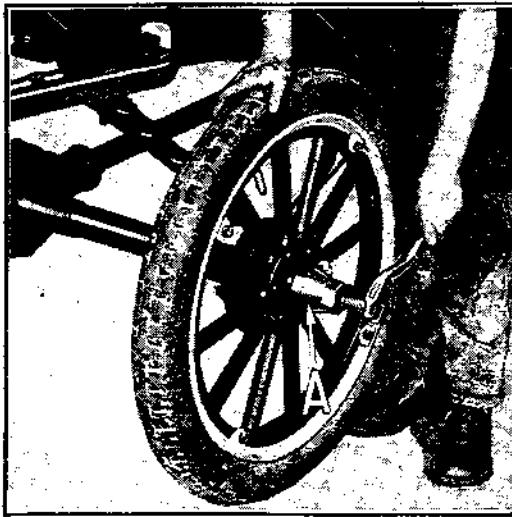

Fig. 54
c) Enlever la roue arrière de l'arbre à l'aide d'un arrache-roue; visser l'outil sur le moyeu et le bloquer avec la vis d'arrêt : serrer alors la vis à l'extrémité de l'outil jusqu'à ce que la roue sorte de l'arbre. (Voir A, fig. 54.)